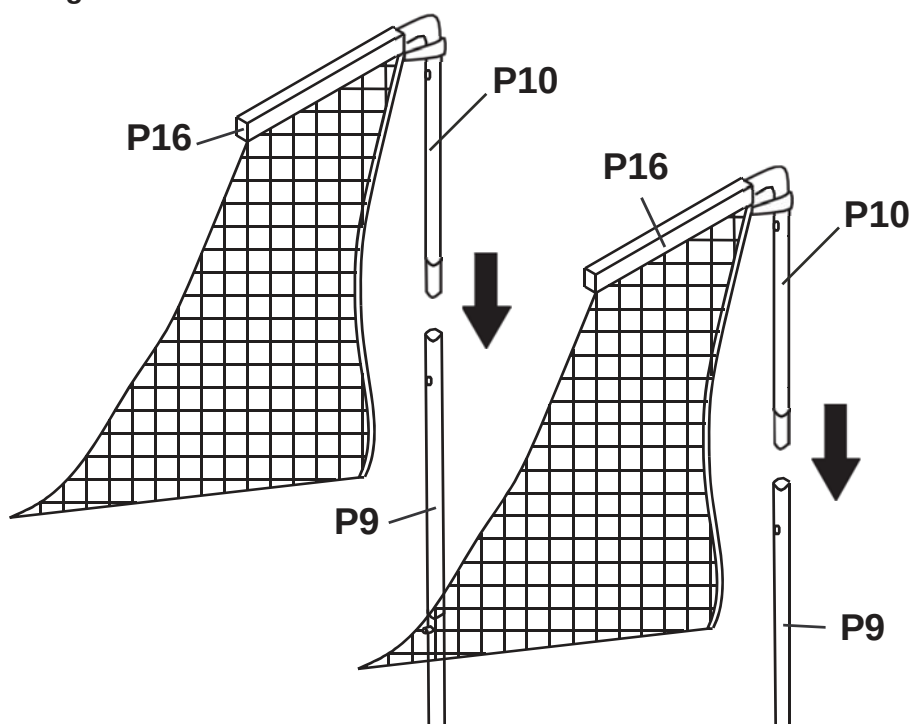

Figura 9
11. Inserte los Tubos Superiores **P10** en los Tubos Posteriores **P9** como se muestra en la **Figura 9**.